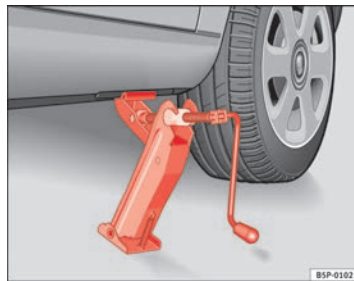

Abb. 158 Wagenheber anbringen
- Richten Sie den Wagenheber so aus, dass seine Klaue den Steg des Unterholms umfasst und die bewegliche Grundplatte plan auf dem Boden aufliegt ⇒ Seite 263, Abb. 158.